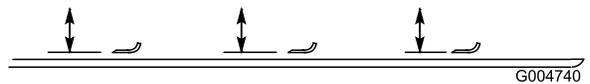

Bild 108
- Drehen Sie die Schnittmesser, bis die Enden nach vorne und hinten zeigen (Bild 108). Messen Sie von der Innenseite des Mähwerks bis zur Schnittkante an der Vorderseite des Messers. Merken Sie sich dieses Maß.